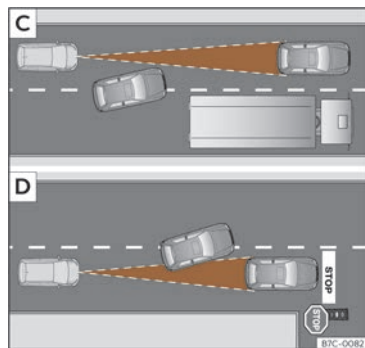

Fig. 129 **C** Canvi de carril d'un vehicle. **D** Vehicle girant i un altre d'aturat.
- Vehicles que canviïn al carril pel qual esteu circulant i a poca distància del vostre vehicle >>> **fig. 129 C**.
Podria ser que l'ACC no reaccionés davant de vehicles aturats. Si un vehicle detectat per l'ACC gira o s'aparta i davant seu hi ha un vehicle aturat, l'ACC no reaccionarà a la seva presència >>> **fig. 129 D**.